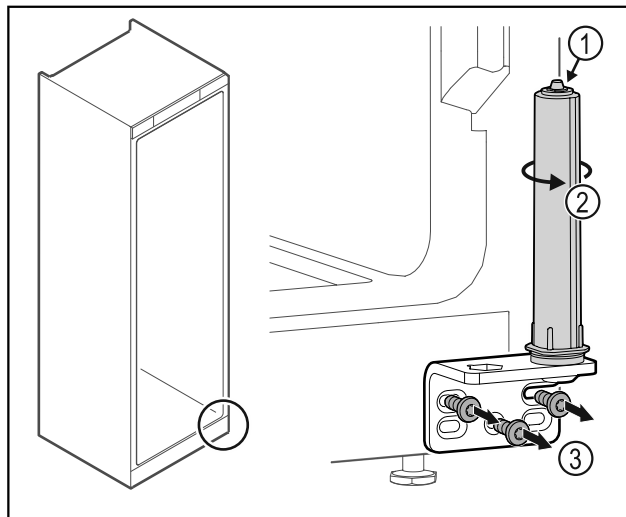

Fig. 25
- Ärge võtke ukسلukustussüsteemi lahti Fig. 25 (1).
- Keerake sulgemissüsteemi Fig. 25 (2), kuni see klõpsub.
- Kruvige šarniirnurgik Fig. 25 (3) maha.